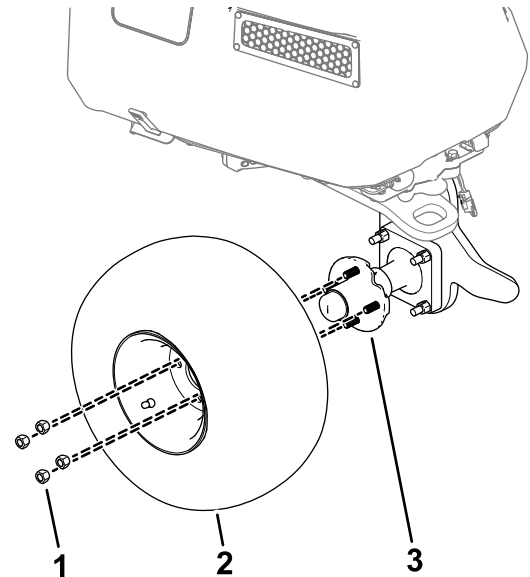

図 1
1. ホイールをホイールハブアセンブリに固定しているラグナット4個を外す 図 1。
2. ホイールを機体から外す 図 1。